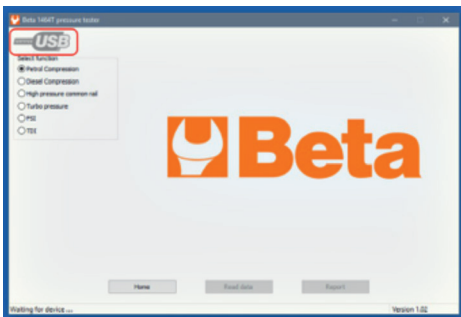
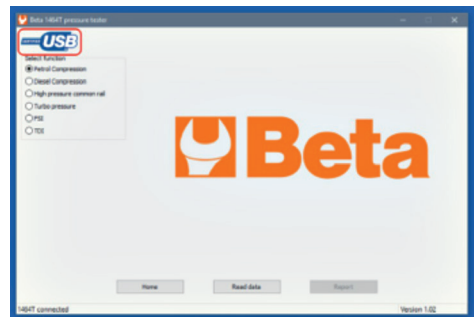

Fig. 2 (tester 1464T no conectado)
Fig. 3 (tester 1464T conectado)
- El logo USB en el ángulo de arriba a la izquierda indica si el tester 1464T se ha detectado. Vea fig. 2 y fig. 3.